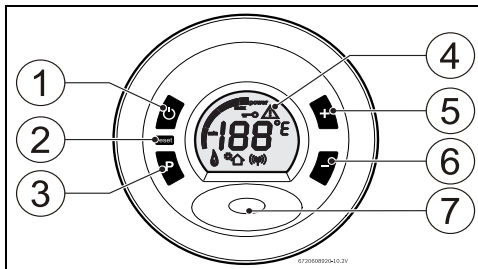

Fig. 8 Display de LCD
- ▶ Presionar y mantener presionado el botón de programación (Fig. 8, [3]), colocar el interruptor principal (Fig. 8, [1]) en la posición ON. Soltar la tecla de programación solamente cuando en el display aparezca “188”. Display con indicación “P2”.